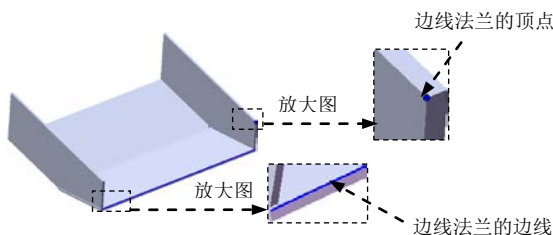
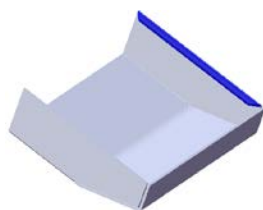

图 9.24 边线法兰的边线
图 9.25 边线一法兰 3
- (1) 选择命令。选择下拉菜单 **插入(I)** → **钣金(B)** → **边线法兰(E)...** 命令（或单击“钣金”工具栏中的 按钮）。
- (2) 定义特征的边线。选取图 9.24 所示的模型边缘为生成的边线法兰的边线。
(3) 定义法兰参数。
① 定义法兰角度值。在 **角度(G)** 区域的  文本框中输入角度值 72.0。
② 定义长度类型和长度值。在“边线法兰”对话框的 **法兰长度(L)** 区域的  下拉列表中选择 **成形到一顶点** 选项, 激活  文本框, 选取图 9.24 所示的顶点。
③ 定义法兰位置。在 **法兰位置(N)** 区域中单击“折弯在外”按钮 。
(4) 单击  按钮, 完成边线一法兰 2 的创建。
Step10. 创建图 9.25 所示的钣金特征——边线一法兰 3。